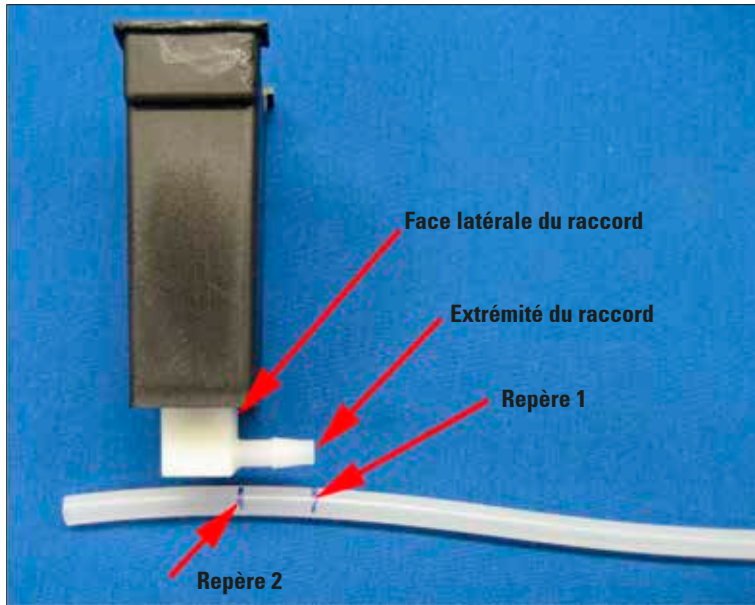

Fig. 25
- Positionner le repère 1 à l'extrémité du raccord et marquer sur le tuyau un deuxième repère ("repère 2") indiquant la face latérale du raccord (fig. 25).